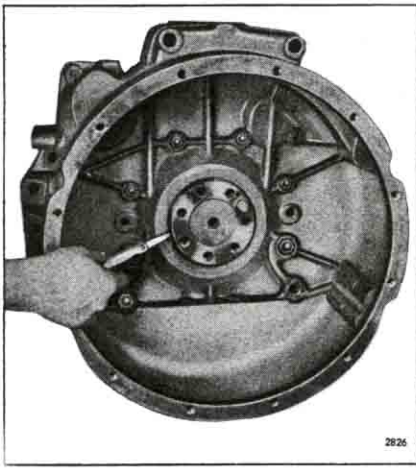

Fig 20. Centrering av svänghjuls-kåpa.
14. Kontrollera spelet mellan vevaxeln och svänghjuls-kåpan med ett 0,15 mm tjockt bladmått, se fig 20. Om spelet är rätt skall bladmåttet kunna dras runt mellan vevaxeln och svänghjuls-kåpan.